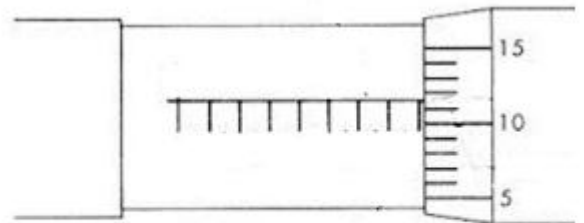

Рис.5. Система отсчета показаний.
7. Вращая микрометрический винт б «от себя», совместить первую линию спектра атома ртути (красная) с металлической нитью, видимой в окуляр спектроскопа. Вследствие значительной температуры и давления ртутного газа в колбе лампы, спектральные линии могут быть несколько уширены. Отсчет следует вести от правого края шкалы, запоминая, какое количество основных делений было пройдено микрометрическим винтом от правого края. Умножая пройденное количество основных делений на 50, и прибавляя к полученному значению показания барабанчика, получаем условное число единиц, определяющее положение линии. Рассмотрим пример (рис. 5). Пусть от правого края было пройдено 3 деления (риски). Тогда, согласно рис. 5 имеем показания: $\varphi = 3 \times 50 + 12 = 162$, где 12 – показания барабанчика.